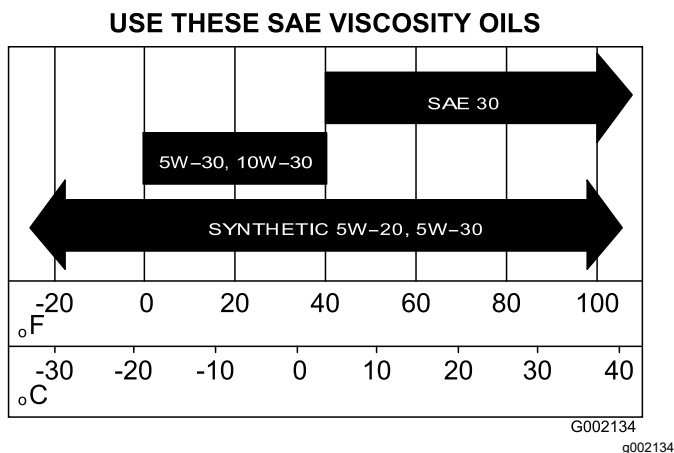

Figura 31
5. Llene el cárter con el aceite especificado (Figura 31).